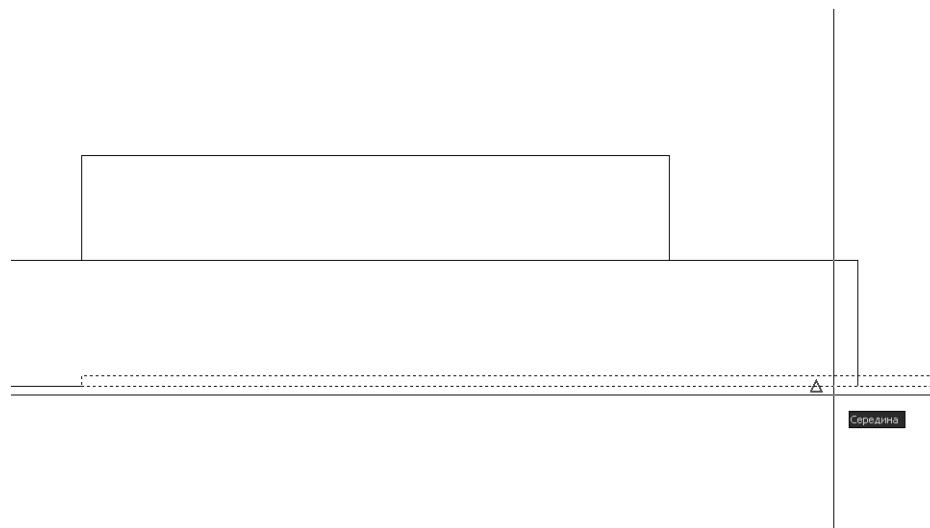

Рис. 5.20 ▶ Задание базовой точки с использованием режима **Середина** (Midpoint)
4. AutoCAD предложит в командном окне выбрать базовую точку. Включите режим привязки **Середина** (Midpoint) и выберите точку, которая находится посередине нижней линии контура выделенного прямоугольника (рис. 5.20).